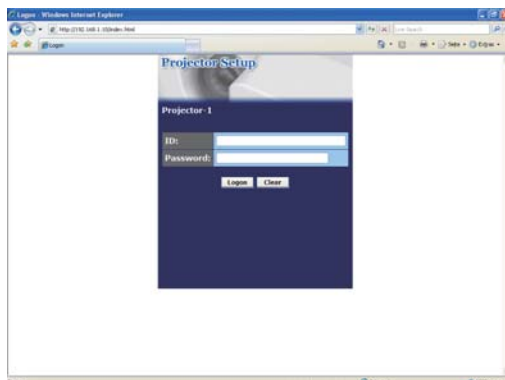

Abb. 2.2.4 "Logon Menu"
- 2) Wenn Abb. 2.2.4 erscheint, ist alles in Ordnung.